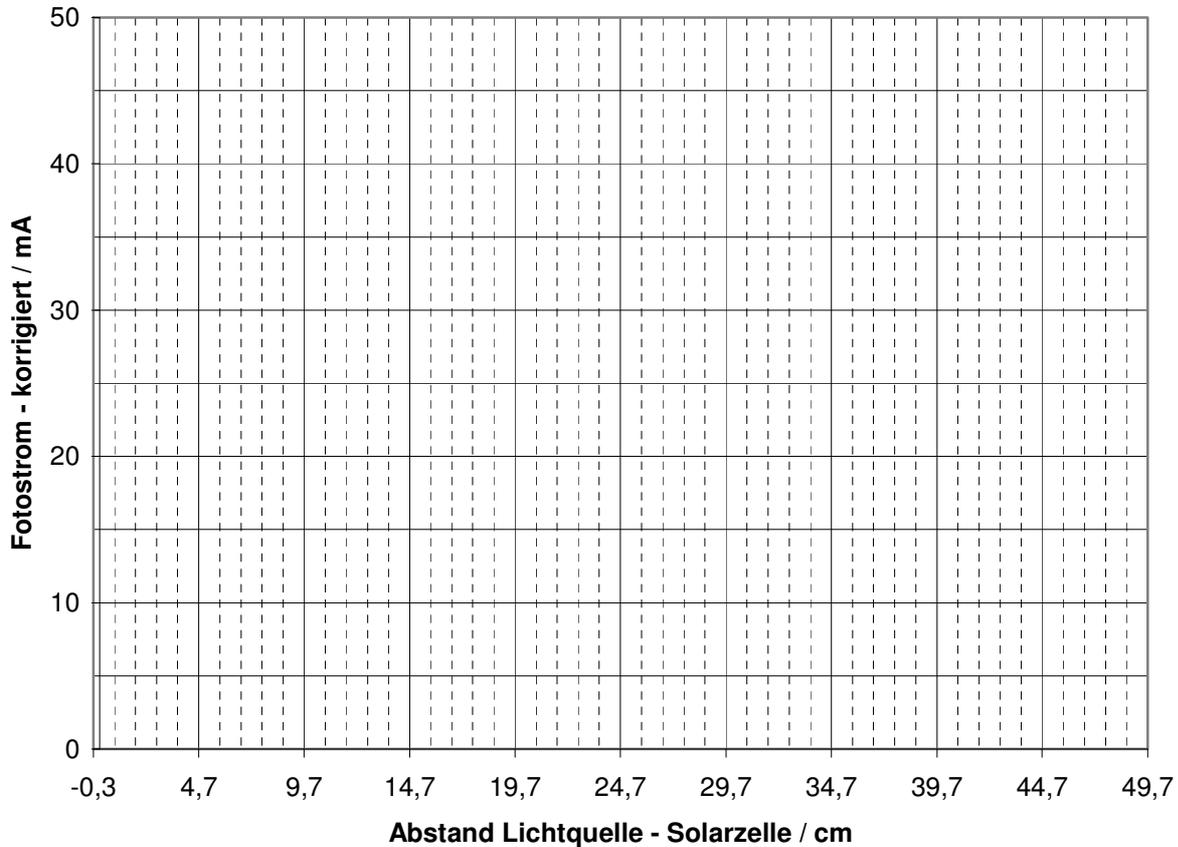

Abb.2: Auswertung der Messergebnisse
3. Tragen Sie die Werte der Spalten 2 und 4 in das Koordinatensystem (Abbildung 2) ein.